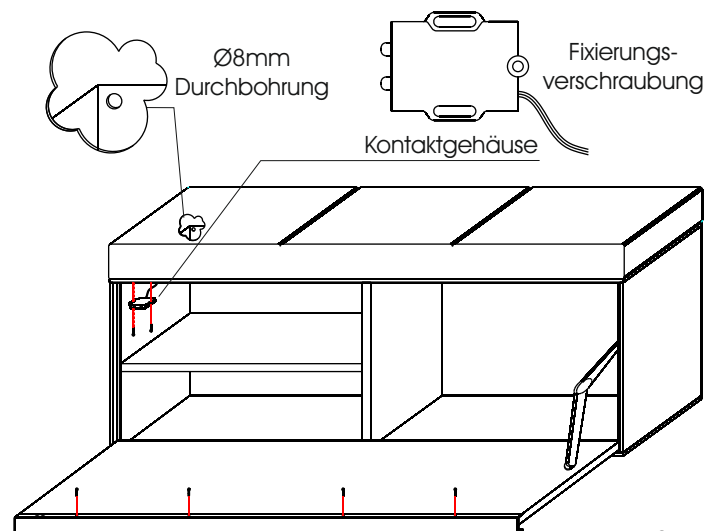

Abb. 12
5. Montieren Sie das Kontaktgehäuse mit Hilfe von zwei Schrauben. Die Position der Schrauben ist vorgebohrt. Achten Sie darauf, dass die Stiffe des Kontaktgehäuses bei geschlossener Klappe Verbindung zu den Kontaktplatten haben. Die Einstellung erfolgt über die Langlöcher. Anschließend sichern Sie das Gehäuse mit der Fixierverschraubung. (Abb. 12)